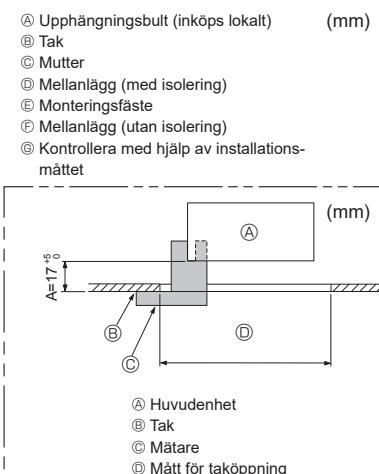

Fig. 3-7
- Se till att steg A utförs mellan 17-22 mm. Om man inte håller sig inom dessa mätta kan skador uppstå. (Fig. 3-7)